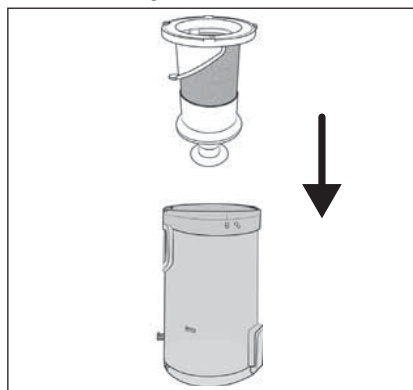

Fig. 26
- 6) Inserte el filtro de acero inoxidable **6** en el depósito de suciedad **7** y presiónelo hasta el fondo (consulte la fig. 26). Para ello, observe los encastres de diferente tamaño del filtro de acero inoxidable **6**. El filtro de acero inoxidable **6** solo puede insertarse en una posición en el depósito de suciedad **7** según estos encastres.